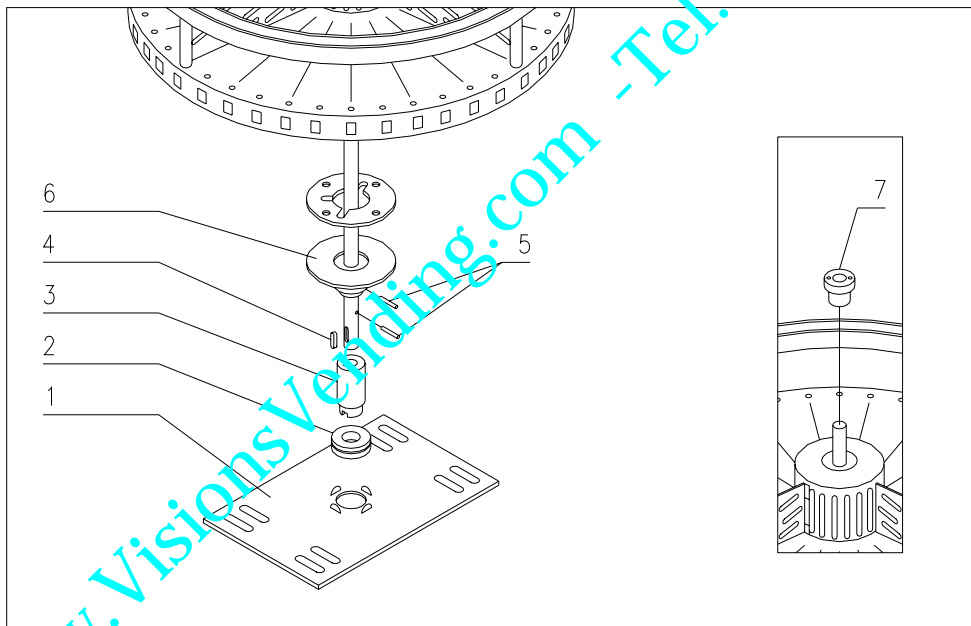

FIG. 13
10.4 PROCEDIM. PARA LA EXTRACCIÓN DE LA COLUMNA DE DISCOS FIJOS FIG. 13
- 6) Desatornillar la plancha porta cojinete y quitar todo (part.1-2-3 FIG. 13). Marcar unos puntos de referencia alrededor de la plancha para luego colocar todo nuevamente en la posición original.
- 7) Mover la columna hacia el fondo de la máquina para que el eje de la misma salga del casquillo de plástico (part. 7 FIG. 13)
- 9) Quitar la chaveta (part. 4 FIG. 13), las espigas (part. 5 FIG. 13) que fijan los casquillos de arrastre (part. 6 FIG. 13) y sacar los discos.